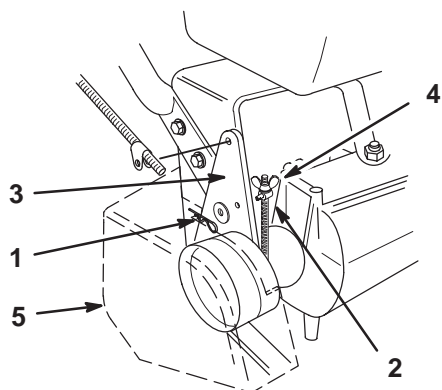

Figura 32
1. Retire el protector de la correa. Consulte la figura 32.